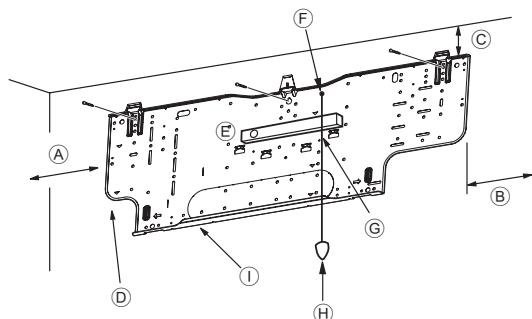
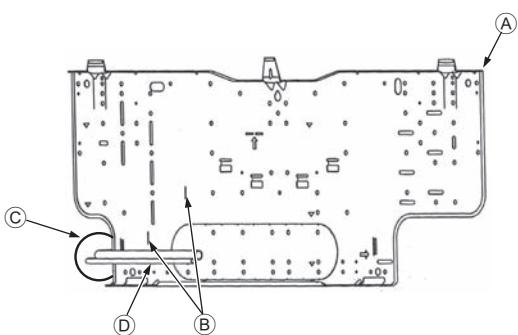

Fig. 3-4
Fig. 3-5
■ PKFY-P-VHM-E (Fig. 3-4)
- ① Min. 90 mm (617,6 mm ou mais com a instalação da bomba de drenagem opcional)
- ② Min. 200 mm
- ③ Min.72 mm (142,5 mm ou mais com a instalação da bomba de drenagem opcional e a tubagem inferior esquerda, posterior esquerda e esquerda)
- ④ Parafusos de fixação (4 x 35) ②
- ⑤ Nível
- ⑥ Aperte a rosca ao furo.
- ⑦ Coloque o nível encostado à linha de referência horizontal da placa de montagem e Monte de maneira a ficar nivelado. Pendure um peso na rosca e alinhe com ▽ EPK da placa de montagem para permitir o nivelamento.
- ⑧ Peso
- ⑨ Placa de montagem ①
3.3. Quando incorporar os tubos na parede (Fig. 3-5)
- Ⓐ Placa de montagem ①